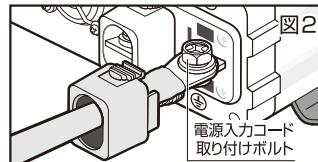

図2
3. 電源入力端子に電源入力コードを取り付けボルトにてしっかりと固定します。(図2)